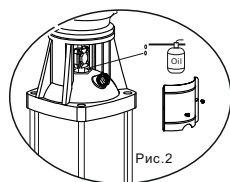

Рис.2
10.1. В случае остановки насоса на длительный срок без работы, следует снять крышку муфтового соединения, залить масло на вал насоса для предотвращения прилипания поверхности механического уплотнения, затем залить масло на крышку муфты (Рис.2).